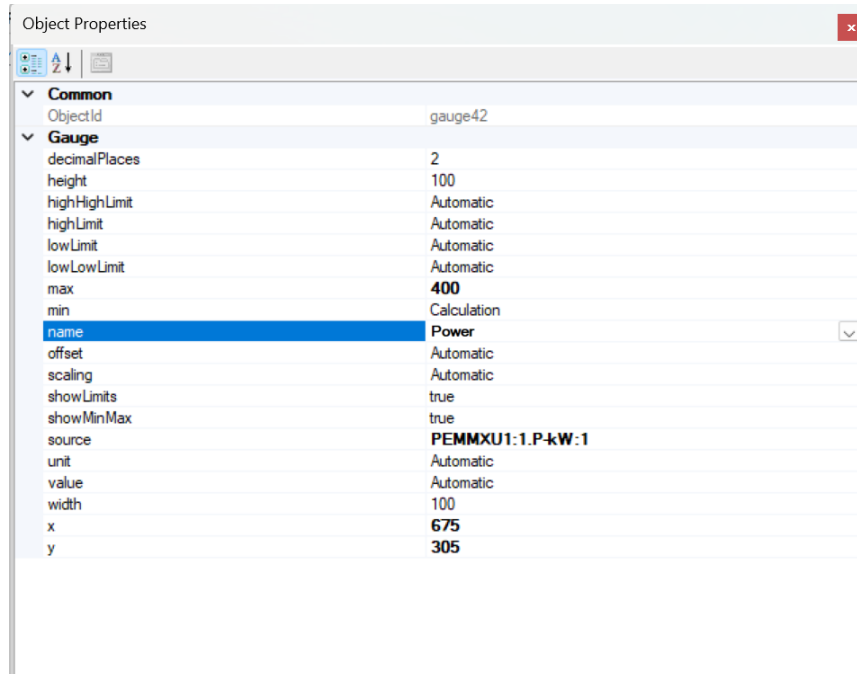

Imagen 165_Asignación de nombre para la medición de potencia de Page Editor.
3.27 Por último, en “name” será de “Power” como se observa en la **Imagen 165**.